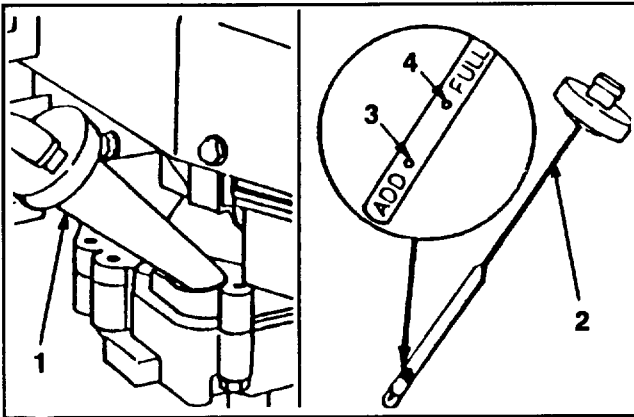

Abbildung 8
Das Kurbelgehäuse mit Öl vom Typ SAE 30 füllen, bis der Ölstand die Markierung VOLL auf dem Meßstab erreicht (siehe Abb. 8). Das Kurbelgehäuse faßt maximal 0,75 Liter Öl. Verwenden Sie qualitativ hochwertige Öle, die den API (American Petroleum Institute) Normen SE, SF oder SG entsprechen.
Vor jedem Gebrauch sicherstellen, daß sich der Ölstand zwischen VOLL und NACHFÜLLEN befindet (Abb. 8). Öl nachfüllen, falls der Ölstand zu niedrig ist.
3. Den Ölmeßstab abwischen und in den Einfüllstutzen stecken. Die Verschlusskappe um eine Vierteldrehung drehen. Den Meßstab wieder herausziehen und den Ölstand prüfen (Abb. 8). Ist der Ölstand niedrig, den Ölstand nur bis zur VOLL-Markierung auffüllen. **NICHT ÜBER DIE VOLL-MARKIERUNG ANFÜLLEN, DENN DER MOTOR KÖNNTE BEIM STARTEN BESCHÄDIGT WERDEN; ÖL LANGSAM EINFÜLLEN.**
1. **ÖLSTAND PRÜFEN** – Ölstand, wie auf dem Ölmeßstab gezeigt, zwischen VOLL und NACHFÜLLEN halten (Abb. 8).